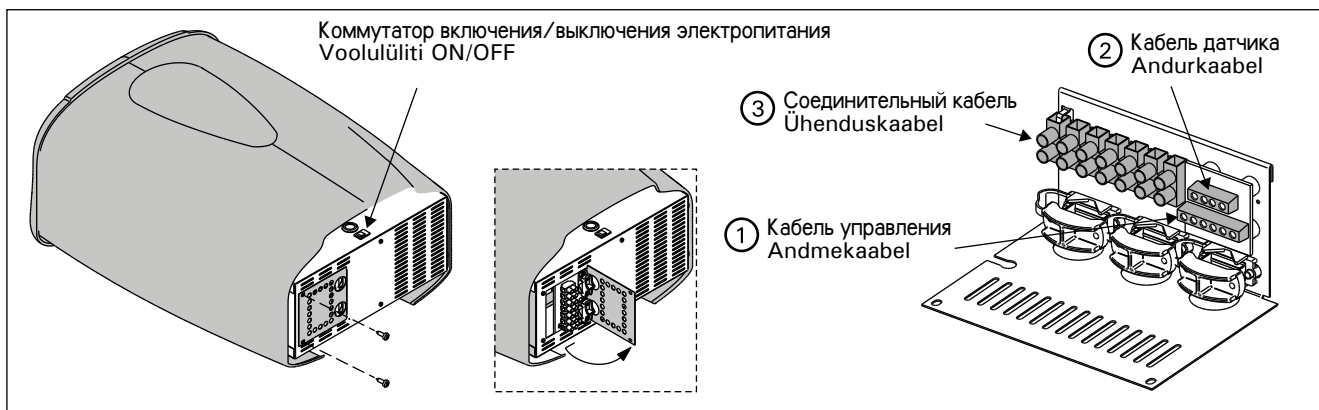

Рисунок 7. Подключение соединительного кабеля
Проще всего подключать кабель к каменке, пока она не установлена. См. рис. 7. Провода кабеля панели управления следует подключить к разьему кабеля панели управления с соблюдением цветовой маркировки.
4. Свободный конец кабель управления подключается к разъему панели управления (рис. 7: 1). **При подключении проводов кабеля очень важно соблюдать цветовую маркировку, как описано в разделе 3.1.1.**